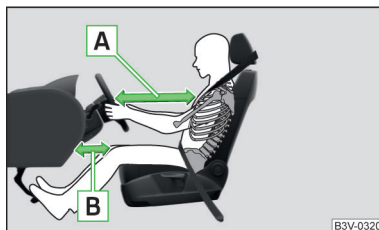

Fig. 9
- Atât pentru șofer cât și pentru pasagerul față este important să păstreze o distanță de aproximativ 25 cm față de volan, respectiv de planșa de bord » fig. 9 - A. Dacă nu se respectă această distanță, sistemul airbag nu își poate exercita eficiența maximă – pericol de moarte! Pe lângă acestea, scaunele din față și tetierele trebuie să fie întotdeauna reglate în funcție de mărimea corpului.
- Reglați longitudinal scaunul șoferului în așa fel, încât distanța de la picioare la planșa de bord să fie de minim 10 cm în zona airbagului pentru genunchi » fig. 9 - B. Dacă, din rațiuni de mărime corporală, nu este posibil să se îndeplinească această condiție, adresați-vă unei unități service specializate.